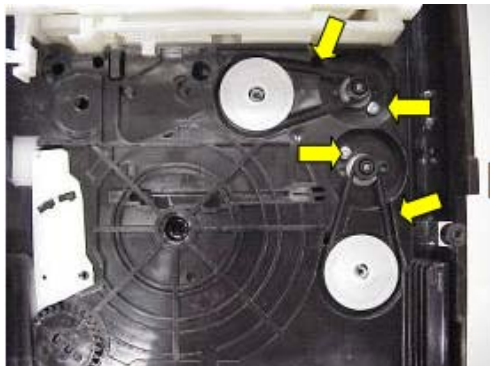
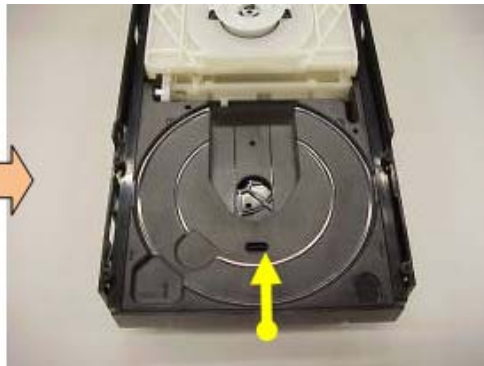

Fig. 1.11
Fig. 1.12
2.4 Retire las dos bandas y los dos tornillos de los motores (Fig. 1.11), después cierre la charola. (Fig. 1.12)